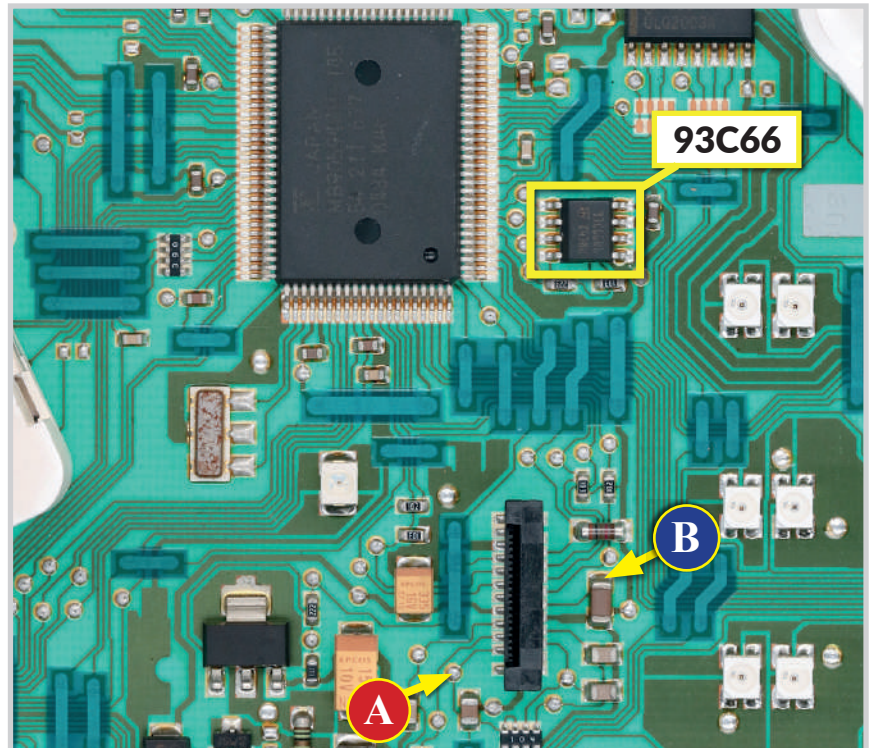

Fig.1
- Dopo aver sostituito il display, alimentare il conta-chilometri (pin n. 16 positivo, pin n. 18 negativo) e verificare la tensione presente sui punti A e B (Fig.1).
- Dissaldare la EEPROM 93C66 presente sul PCB (Fig.1);
• Inserire il valore della tensione rilevata sul PCB, tra i punti A e B (fig. 1)